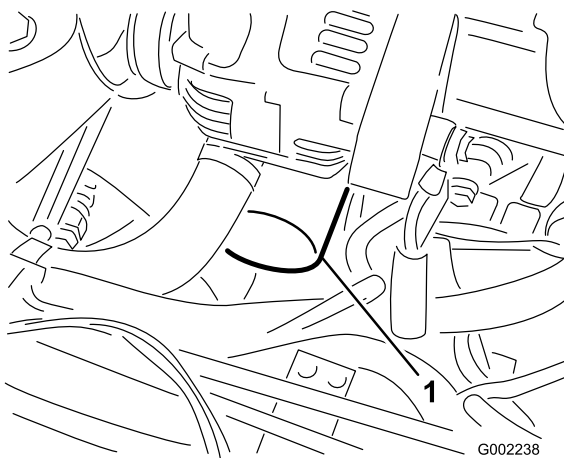

图43
7. 拆下旧机油滤芯（图43）。
10. 将新机油滤芯装在机油滤芯安装座上。顺时针转动机油滤芯，直至橡胶垫片接触到机油滤芯安装座，然后将机油滤芯再旋入 $\frac{1}{2}$ 圈（图43）。